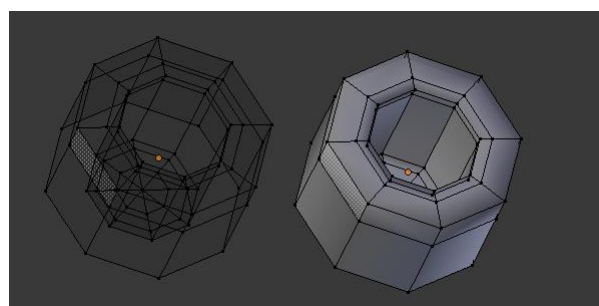

Figura 5.45
1. Insira uma malha Circle com um baixo número de vértices, por exemplo um octógono, e modele o objecto conforme desejado, procedendo a uma série de extrusões, figura 5.45.